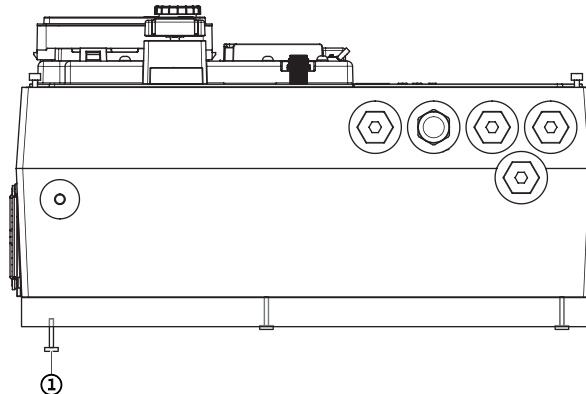

Fig. 115: Soltar a placa de adaptação
6. Soltar os parafusos da placa de adaptação na parte inferior do módulo eletrónico (Fig. 115, pos 1).